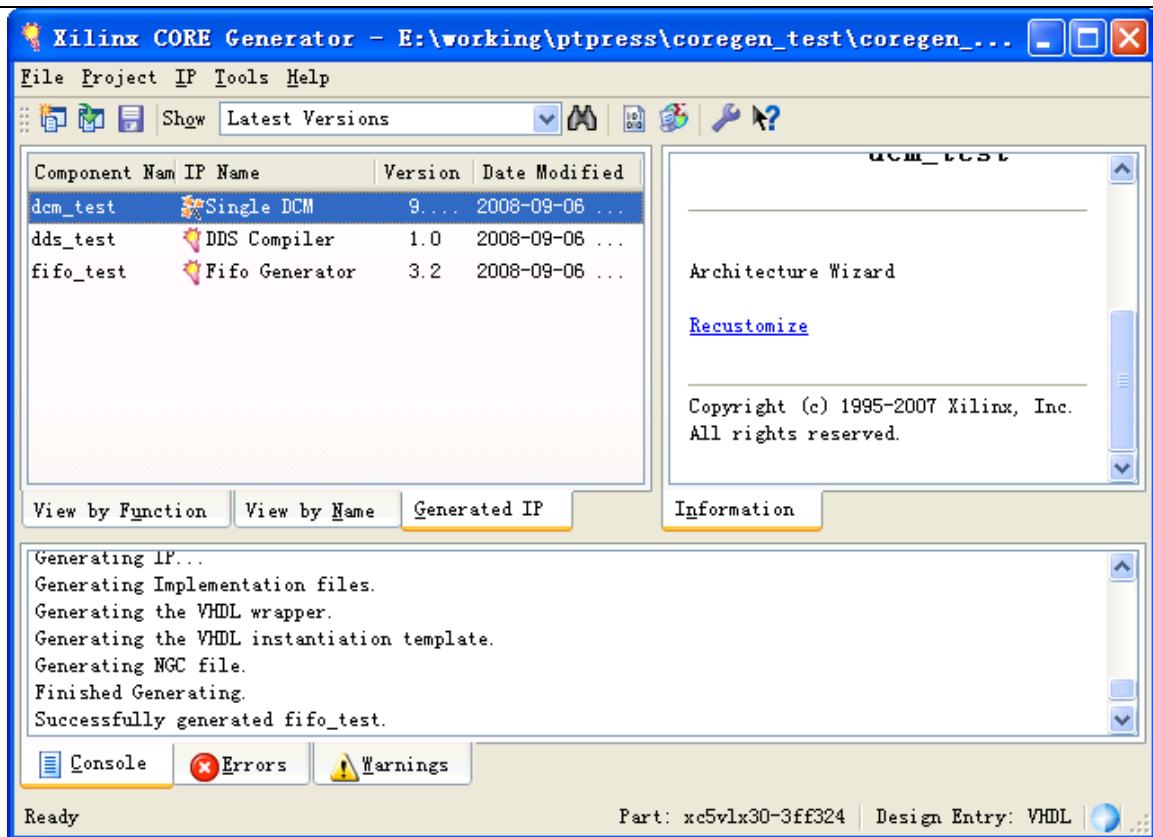

图 2.60 修改 IP 参数
- (1) 启动 CORE Generator，打开已有项目。
- (2) 在打开的项目窗口中选择“Generated IP”选项卡，会出现用户 IP 列表，如图 2.60 所示。选择需要改变参数的 IP，然后单击右边窗口中的“Recustomize”，会弹出和新建 IP 的时候一样的参数设置对话框。